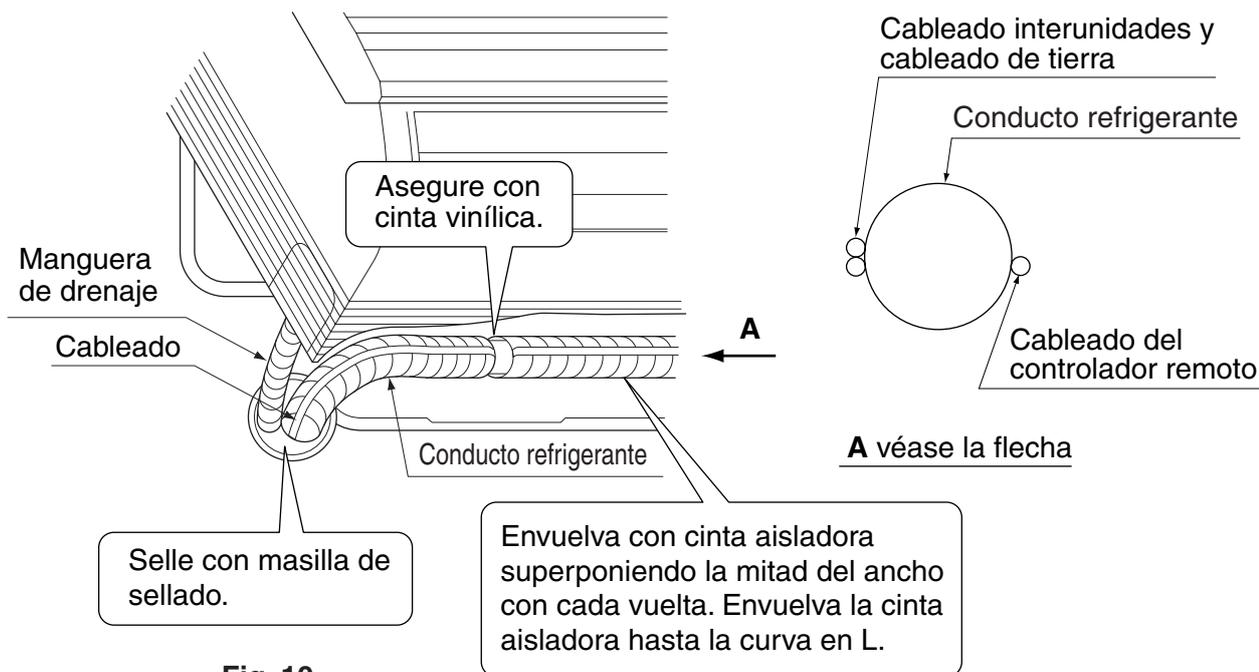

Fig. 10
(7) Pase el cableado interunitades, el cableado de tierra y el cableado del control remoto a través de la guía de cableado atravesando la unidad interior desde atrás hacia delante.
(8) Conecte la tubería. (Consulte la sección “5. TRABAJOS LA TUBERÍA DE REFRIGERANTE” y la Fig. 10)
- Para evitar el ruido de la línea de alimentación en el cableado del control remoto, este cableado deberá mantenerse lo más alejado posible del cableado de las unidades y del cableado de tierra. Mantenga el cableado de las unidades y de tierra junto, como se muestra en la Fig.10. Distribuya el cableado del control remoto manteniendo una buena distancia de los cableados interunidades y de tierra (es decir, al otro lado de los cableados interunidades y de tierra). A continuación, fíjelos de manera segura en el tubo de refrigerante.